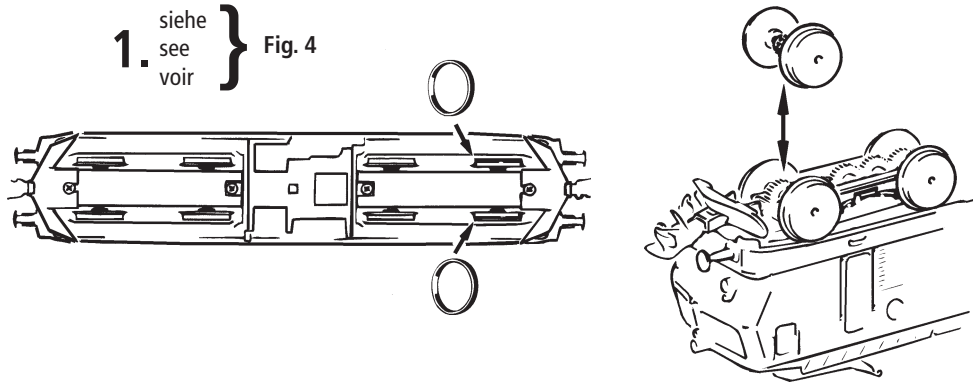
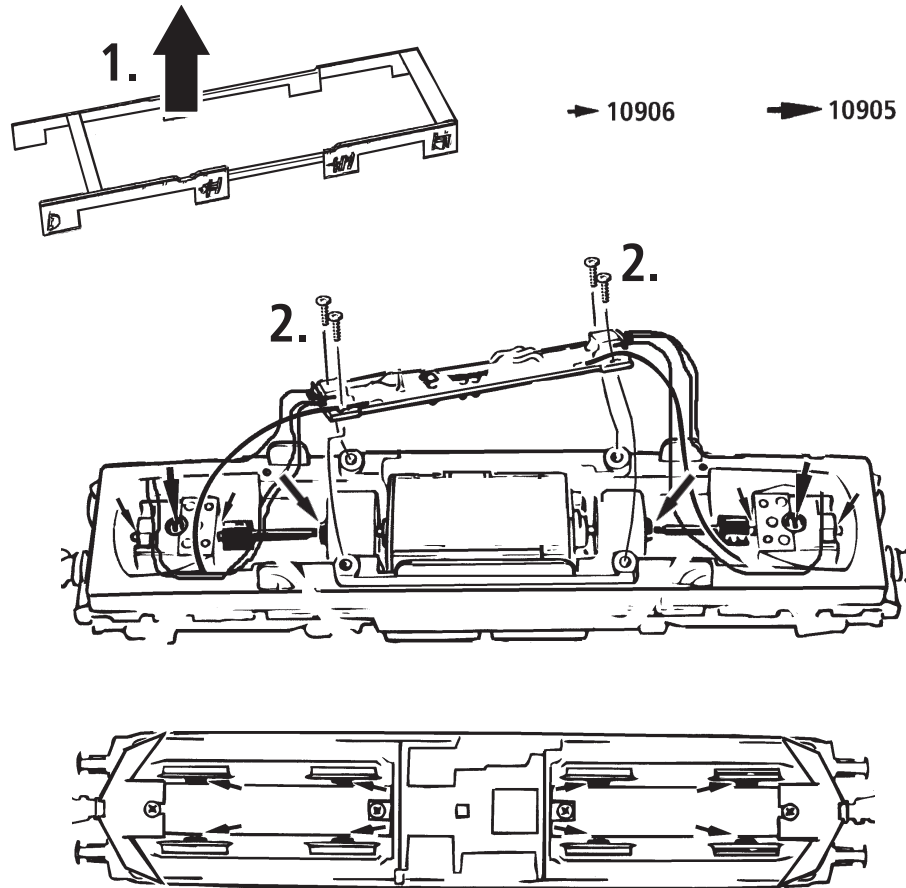
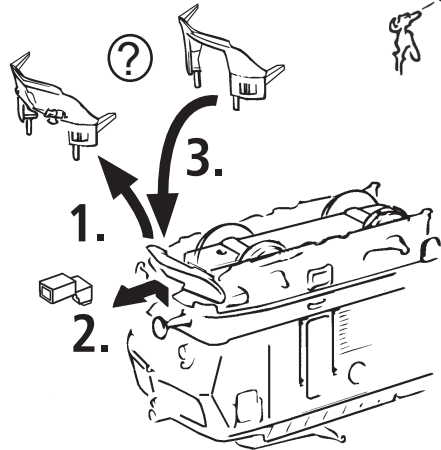

Fig. 8
Fig. 9
Fig. 3
**2. Schmierung:** Versehen Sie die im Schmierplan in Fig. 8 gekennzeichneten Stellen mit nur **kleinen Öltropfen**. Dazu zuerst das Lokgehäuse abnehmen (Fig. 3). Wir empfehlen den **ROCO Öler Art.-Nr. 10906**. Fürs Schmieren der Getriebeteile (Zahnräder, Schnecke) empfehlen wir das **ROCO-Spezialfett Art.-Nr. 10905**. Im Falle der Schmierung diese Teile **nicht ölen**.
**Mehrzugbetrieb:** Zuerst Lokgehäuse abnehmen (Fig. 3). Danach den Brückenstecker aus der Schnittstelle entfernen (diesen sorgsam aufbewahren). Danach den Stecker des Dekoders lagegerecht einsetzen (Fig. 5).
**4. Motorwechsel:** Lokgehäuse abnehmen (Fig. 3). Danach wird der Motor ausgebaut und ausgetauscht (Fig. 9).
**2. Lubrication:** Apply **tiny oil drops** to spots marked in fig. 8. Prior to lubrication dismantle locomotive (fig. 3). We recommend using item no. **10906, Roco oiler**. For lubrication the gearparts (e.g. cogwheels, worm) we would recommend our Roco **special grease** (item no. **10905**). **Attention:** Please do not oil these parts when using our grease.
**4. Motor Changing:** First remove loco body (fig. 3), and then the motor (fig. 9).
**2. Graissage:** N'appliquez **qu'une toute petite goutte** aux endroits indiqués par le plan de graissage (fig. 8) après avoir démonté la caisse de la locomotive (fig. 3). Nous vous recommandons **le graisseur à huile Roco réf. 10906**. Pour graisser les engrenages (roues dentées, vis sans fin) nous vous conseillons la **graisse spéciale Roco réf. 10905** pour engrenages en matières synthétiques. Lorsque vous utilisez cette graisse il faut éviter d'huiler ces composants.
**4. Remplacement du moteur:** Démontez la caisse (fig. 3). Démontez ensuite le moteur (fig. 9).